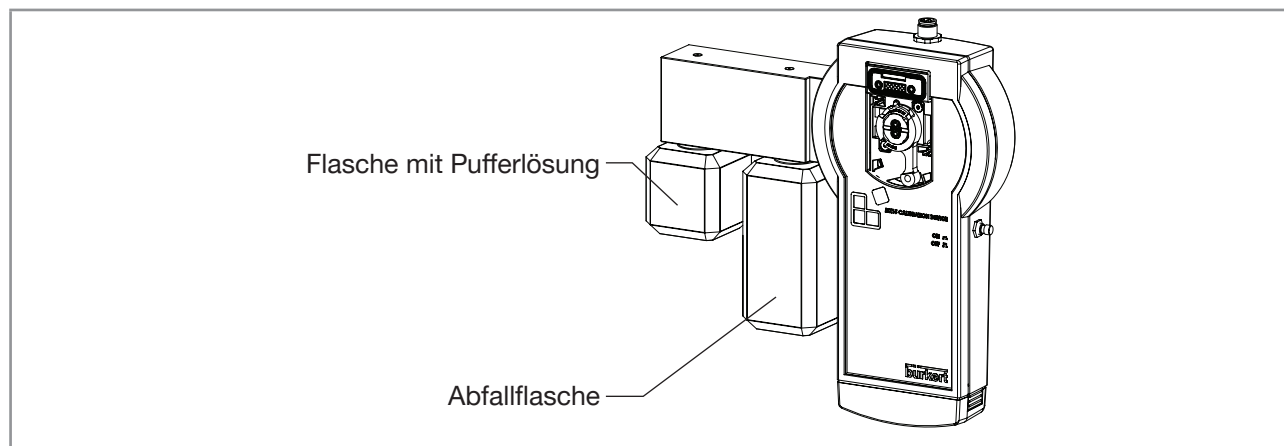

Bild 9: Manuelles Kalibrier- und Reinigungsmodul: Positionieren der Flasche mit der Pufferlösung und Positionieren der Abfallflasche
- Flasche mit der Pufferlösung wie in Bild 9 gezeigt aufschrauben. Siehe Bedienungsanleitung für das Typ MZ15.